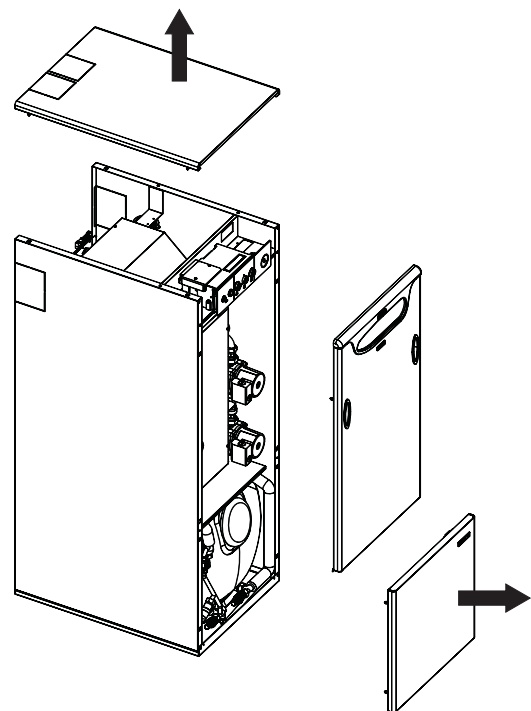

fig. 10
Per aprire il pannello anteriore della caldaia, vedere la modalità indicata nella fig. 10.
- Togliere il pannello anteriore della caldaia (fig. 10).